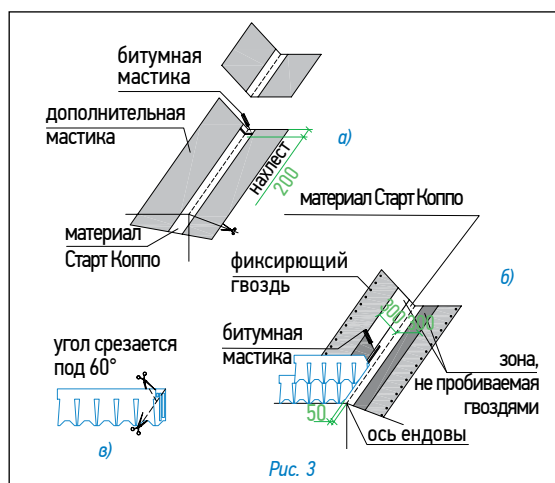

Рис. 3
#### Ендова (рис. 3)
2. «Старт Коппо» укладывается с нахлестом 20 см, место нахлеста тщательно обрабатывается битумной мастикой (рис. 3)